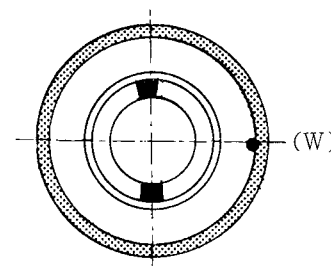

図1-29
(5) バランスをとる。
- ① バランス台上に砥石の一番重い点(W)を真横にして置き、静かに手をはなす(図1-29)。